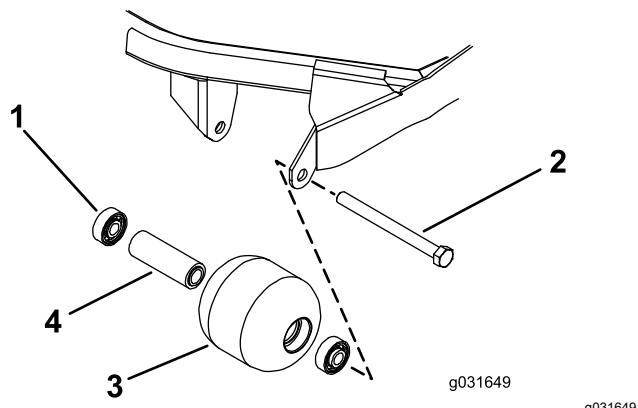

Figura 75
- Retire o parafuso de montagem do rolo (Figura 75).
- Verifique se a estrutura dos rolamentos, os rolamentos e o espaçador de rolamentos estão danificados (Figura 75).
- Empurre só a calha externa ou, então, exerça o mesmo tipo de pressão nas calhas interna e externa, e empurre o primeiro rolamento para a estrutura do rolamento (Figura 75).
2. Coloque o espaçador (Figura 75)
3. Empurre só a calha externa ou, então, exerça o mesmo tipo de pressão nas calhas interna e externa, e empurre o segundo rolamento para a estrutura do rolamento até entrar em contacto com o espaçador (Figura 75).